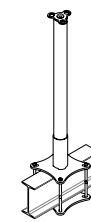
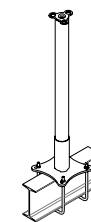

рис. 2
рис. 3
4. Монтаж к стальным конструкциям и конструкциям из бетона может осуществляться также обжимным методом с помощью ответной пластины и шпилек (рис. 2) или обжимным методом с помощью U-шпилек. (рис. 3) Под каждую гайку и винт должна быть установлена плоская шайба М12 из нержавеющей стали. Резьбовые соединения должны быть защищены от самовыкручивания при помощи самоконтрающихся гаек, гроверов или контргаек.